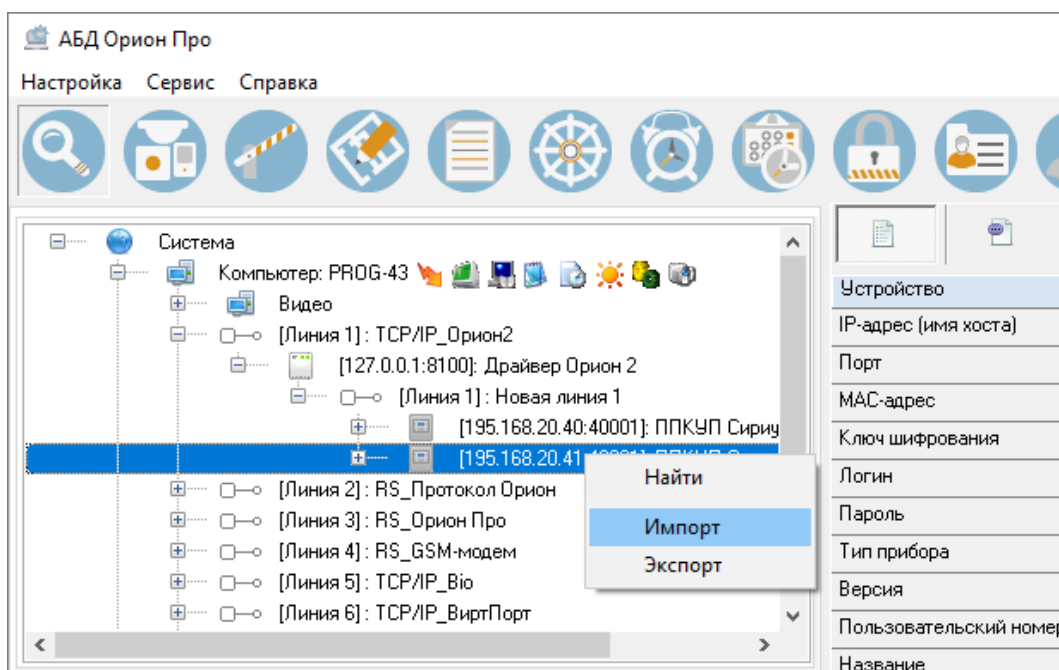

Рисунок 6-942 Инициализация импорта конфигурации ППКУП "Сириус" в БД через контекстное меню
- б) нажмите правой клавишей мыши на ППКУП «Сириус», для которого необходимо импортировать конфигурацию, после чего в появившемся контекстном меню выберите пункт «Импорт» (см. Рисунок 6-942);